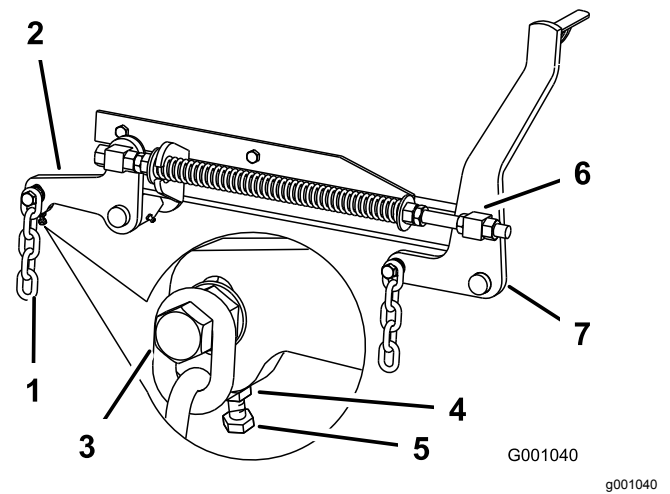

Figure 75
7. Desserrez d'environ 13 mm les écrous de blocage à l'avant des pivots avant gauche et droit (Figure 75).
8. Réglez les écrous de relevage sur les côtés gauche et droit de la machine de manière à abaisser l'avant de 6 à 10 mm au point **A** par rapport au point **B** à l'arrière (Figure 75).